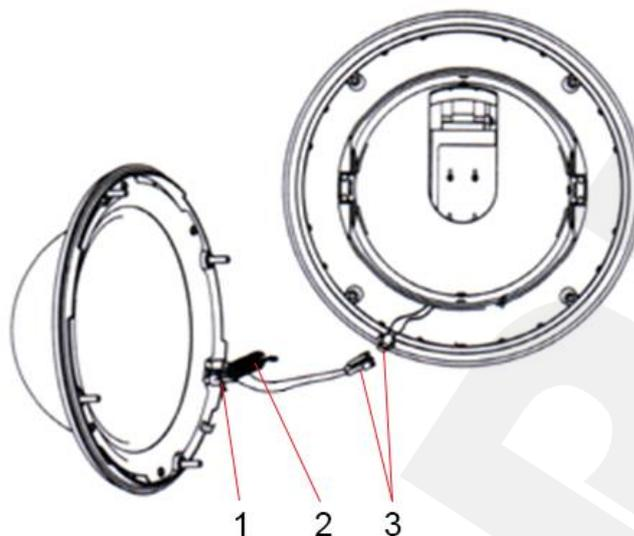

Рис. 5.4
**Шаг 3:** установите прозрачный защитный купол (Рис. 5.4).